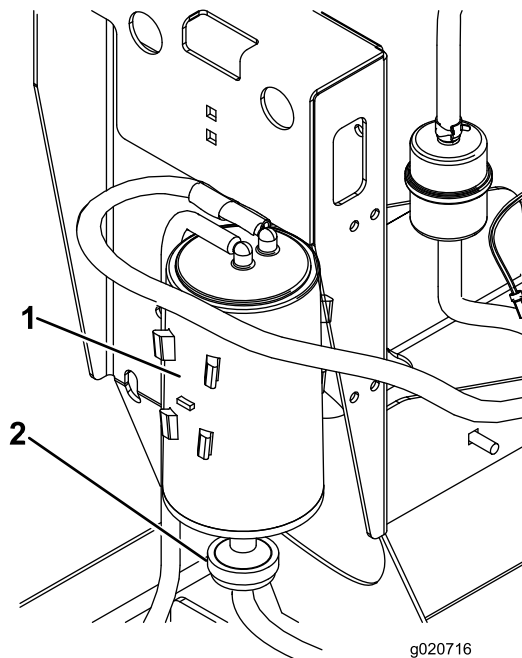

Figura 18
2. Desligue o tubo do filtro de ar do recipiente de carbono (Figura 18).
3. Retire e deite fora o filtro de ar do recipiente de carbono (Figura 18).